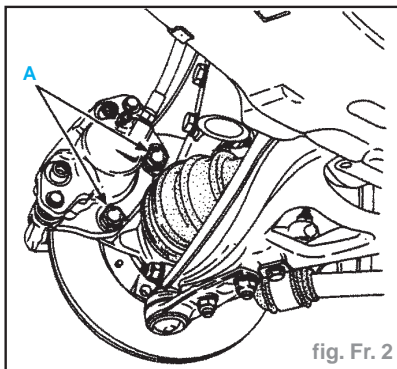

fig. Fr. 2
- Déposer les deux vis (A) de fixation sur le porte-fusée (fig. Fr. 2).
- Mettre en place le récepteur sur le porte-fusée et serrer les deux vis (A) au couple (fig. Fr. 2).